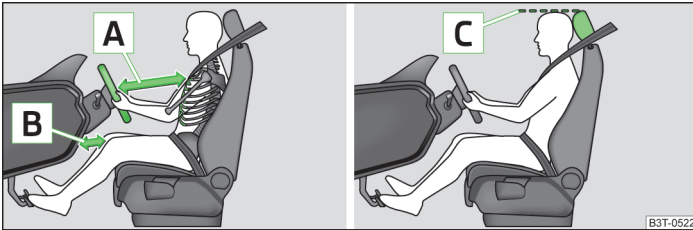

Abb. 152 Richtige Sitzposition des Fahrers / richtige Kopfstützeinstellung
- Das Lenkrad so einstellen, dass der Abstand zwischen Lenkrad und Brustbein mindestens 25 cm beträgt **[A]** » Abb. 152 und der Abstand der Beine zur Schalttafel im Bereich des Knieairbags mindestens 10 cm beträgt **[B]**.
- Die Kopfstütze so einstellen, dass die Oberkante der Kopfstütze sich möglichst auf einer Höhe mit dem oberen Teil Ihres Kopfes befindet **[C]** » Abb. 152 auf Seite 166.
- Die Kopfstütze so einstellen, dass die Oberkante der Kopfstütze sich möglichst auf einer Höhe mit dem oberen Teil des Kopfes befindet **[C]** » Abb. 152 auf Seite 166.